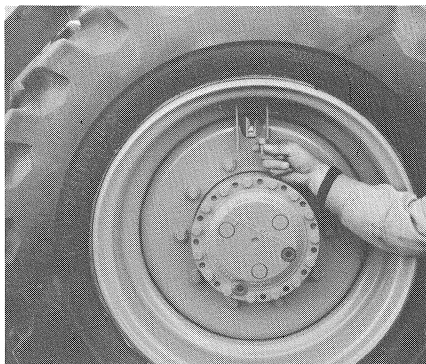
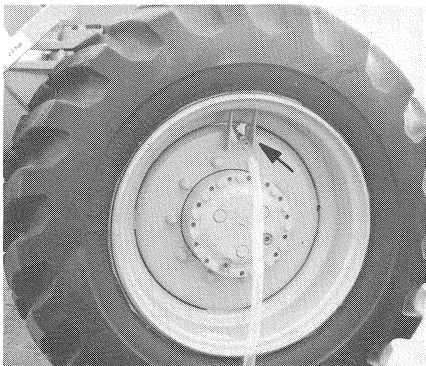

Bild 57
Bild 58
- (1) Rad abbauen.
- (2) Reifen so drehen, daß sich das Ventil in oberster Stellung befindet.
- (3) Ventileinsatz herausdrehen und Verbindungsmutter eindrehen (Bild 57).
- (4) Reifenfüllventil auf die Verbindungsmutter schrauben.
- (5) Lösung von einem höher liegenden Behälter einlaufen lassen.
- (6) Von Zeit zu Zeit Entlüftungsknopf am Reifenfüllventil betätigen (Bild 58/Pfeil).
- (7) Reifenfüllventil abschrauben. Ventileinsatz eindrehen und Reifen mit 2 bar Luftdruck aufpumpen.
(8) Füllung überprüfen:
- (1) Dismantle wheel.
- (2) Turn the tyre until valve is in uppermost position.
- (3) Screw out valve insert and screw in connecting nut (Fig. 57).
- (4) Screw tyre filling valve onto connecting nut.
- (5) Let the liquid flow from higher basin into the tyre.
- (6) Operate vent knob at the tyre filling valve from time to time (Fig. 58/ arrow).
- (7) Unscrew tyre filling valve. Screw in valve insert and inflate the tyre at a pressure of 2 bars.
- (8) Check the filling:
- (1) Démonter la roue.
- (2) Tourner le pneu jusqu'à ce que la valve soit en haut.
- (3) Enlever le mécanisme de valve et visser l'écrou de raccord (fig. 57).
- (4) Visser la soupape de remplissage sur l'écrou de raccord.
- (5) Introduire la solution d'un récipient placé plus haut.
- (6) Actionner de temps en temps le bouchon de purge de la soupape de remplissage (fig. 58/flèche).
- (7) Dévisser la soupape de remplissage. Visser le mécanisme de valve et gonfler de pneu de 2 bars.
- (8) Contrôler le remplissage: